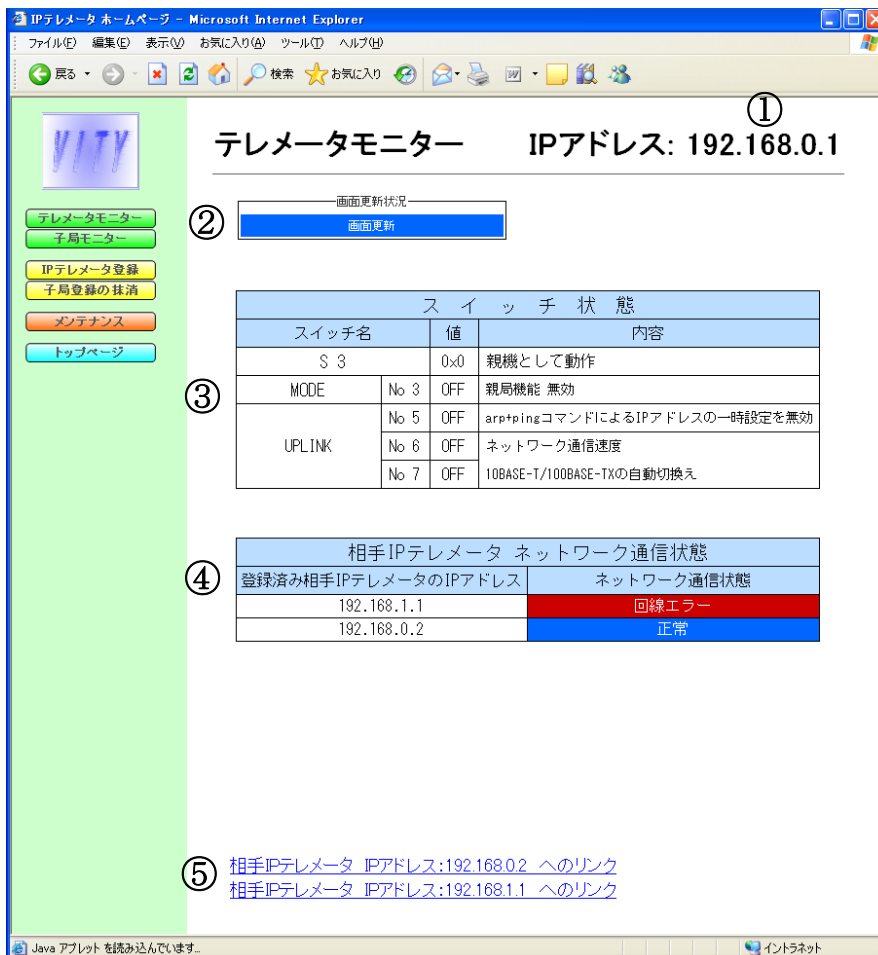

図 9.20 [テレメータモニター画面] 画面
- (1) [IP テレメータホームページ] 画面 (図 9.3) から“**テレメータモニター**”のリンクをクリックし、[テレメータモニター] 画面 (図 9.20) を表示します。
[テレメータモニター] 画面は、図 9.20 「[テレメータモニター] 画面」のとおりに構成されます。